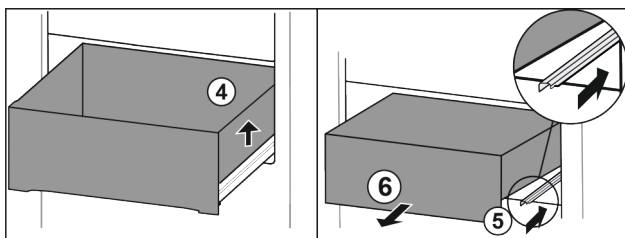

Fig. 14*
- ▶ Zásuvku vpravo nadzvedněte Fig. 14 (4)*
- ▶ Zasuňte pravou kolejničku Fig. 14 (5)*
- ▶ Zásuvku odeberte směrem dopředu Fig. 14 (6)*